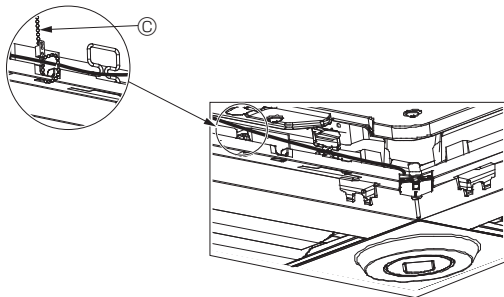

Fig. 10-12
- Sujete los cables del sensor i-See y del receptor de señales en el panel con el remache de la forma mostrada en el diagrama procurando que queden tensos, y luego corte el sobrante en el extremo del remache. (Fig. 10-12)
- Si la posición del sensor i-See ha cambiado de "o" (E) a "□" (F), cambie los ajustes de función. (Véase la página 12.)